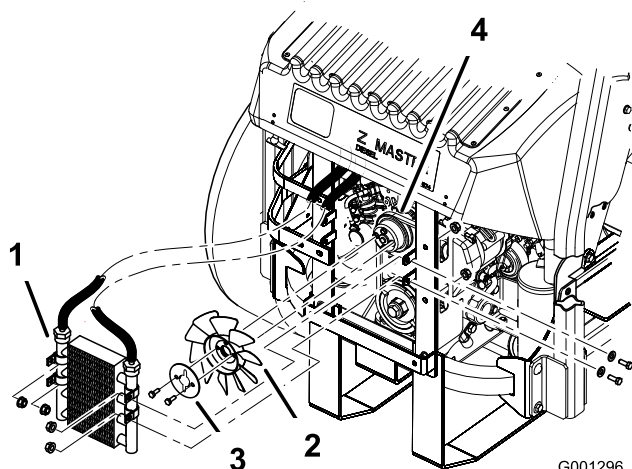

Figura 71
5. Retire los 4 pernos que sujetan el enfriador de aceite y coloque el enfriador de aceite en un lado (Figura 71).
6. Retire los 2 pernos que fijan el ventilador y el disco del ventilador a la máquina (Figura 71).
10. Instale el ventilador y el disco del ventilador en la máquina con los 2 pernos que retiró anteriormente (Figura 71).
11. Instale el enfriador de aceite con los 4 pernos que retiró anteriormente (Figura 71).